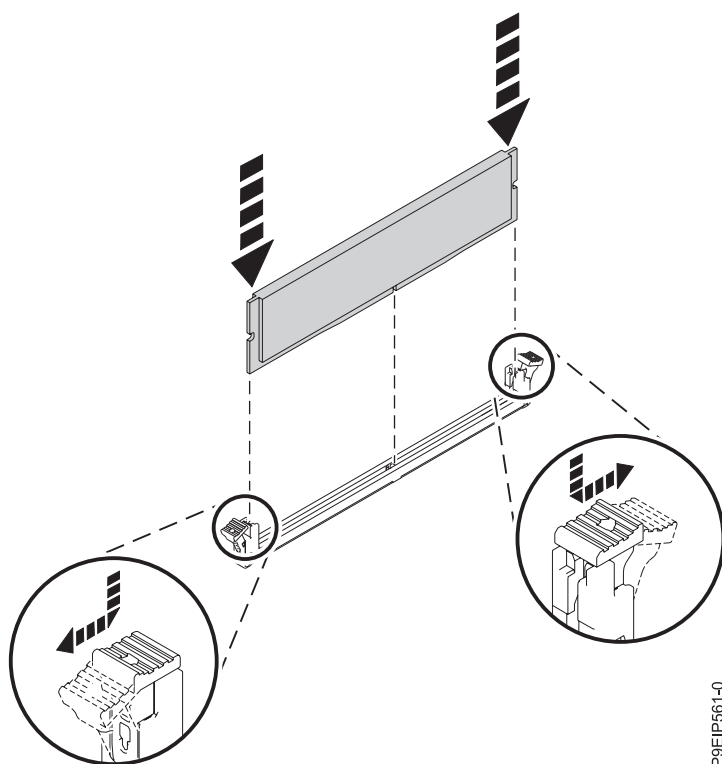

Figure 20. Insertion de la barrette mémoire DIMM
- b. Appuyez fermement sur chaque côté de la barrette mémoire DIMM comme illustré dans la figure 20 jusqu'à ce que vous entendiez un petit clic confirmant que la languette de verrouillage est bien enclenchée.